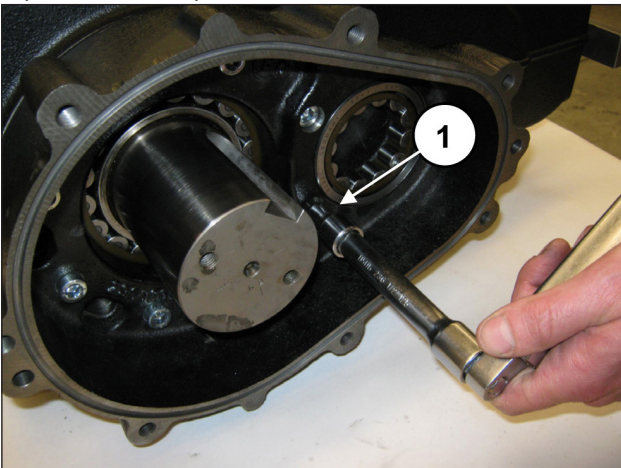

Fig. 64
Serrer les 8 vis M10x40 (rep. ①, Fig. 64).